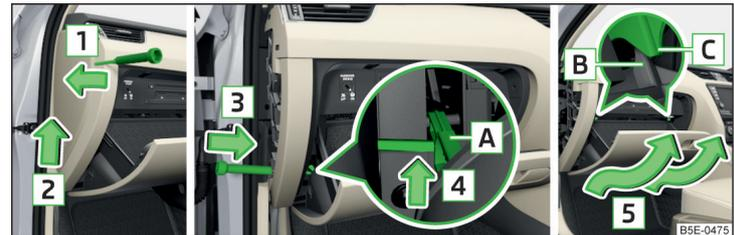

Abb. 232 Ablagefach auf der Beifahrerseite: Rechtslenker
- Einen Schraubendreher unter die Seitenabdeckung einschieben » Abb. 232.
» Abb. 232.